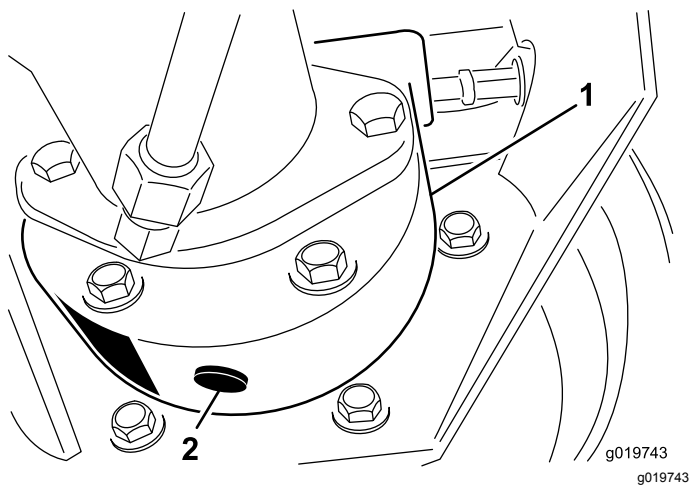

図 68
3. ブレーキハウジングの下に容器を置き、プラグを外してオイルを抜く図 68。